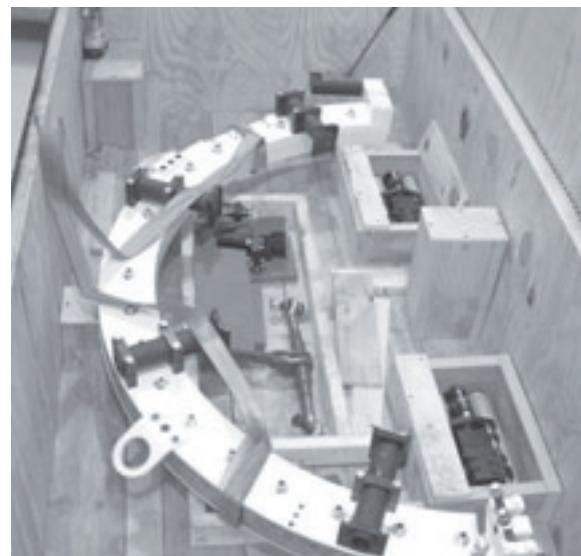

Рис. 4-6. Опустите половину рамы в контейнер, см. изображение. Концы рамы должны располагаться на опорных блоках в углах контейнера.
- 5.** Прикрепите подъемные стропы к одной половине рамы. Опустите половину рамы в контейнер, см. Рис. 4-6.